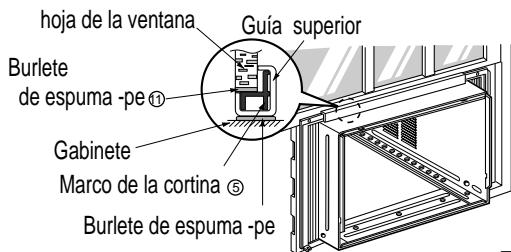

Fig. 2
- Deslice la unidad desde el gabinete asiendo la manija de la base de la bandeja base mientras con la otra mano sostiene el gabinete. FIG.2
2. Tire la hoja inferior de la ventana detrás de la guía superior hasta que se encuentren. Fig. 2